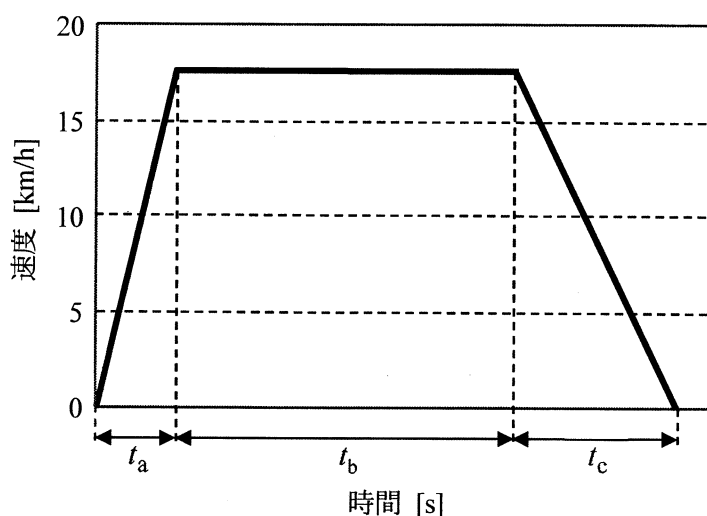

図 2 電気車両の走行速度
(2) 線路上を走行する搬送用電気車両の運転について考える。線路は出発地から目的地まで水平な直線軌道となっており、両地点間の距離は 400 m とする。図 2 は、電気車両の走行速度の変化の様子を表している。静止状態の出発時から一定の加速度で速度を上げ、10 秒後 ($t_a=10$ [s]) に 18 km/h の等速運転に切り替える。しばらく等速度で走行した後、目的地の手前で一定の減速度 (負の加速度) で速度を下げていき、20 秒間 ($t_c=20$ [s]) 減速したときに目的地で静止する。減速の際には回生運転を行い、このとき機械的な制動は適用しない。